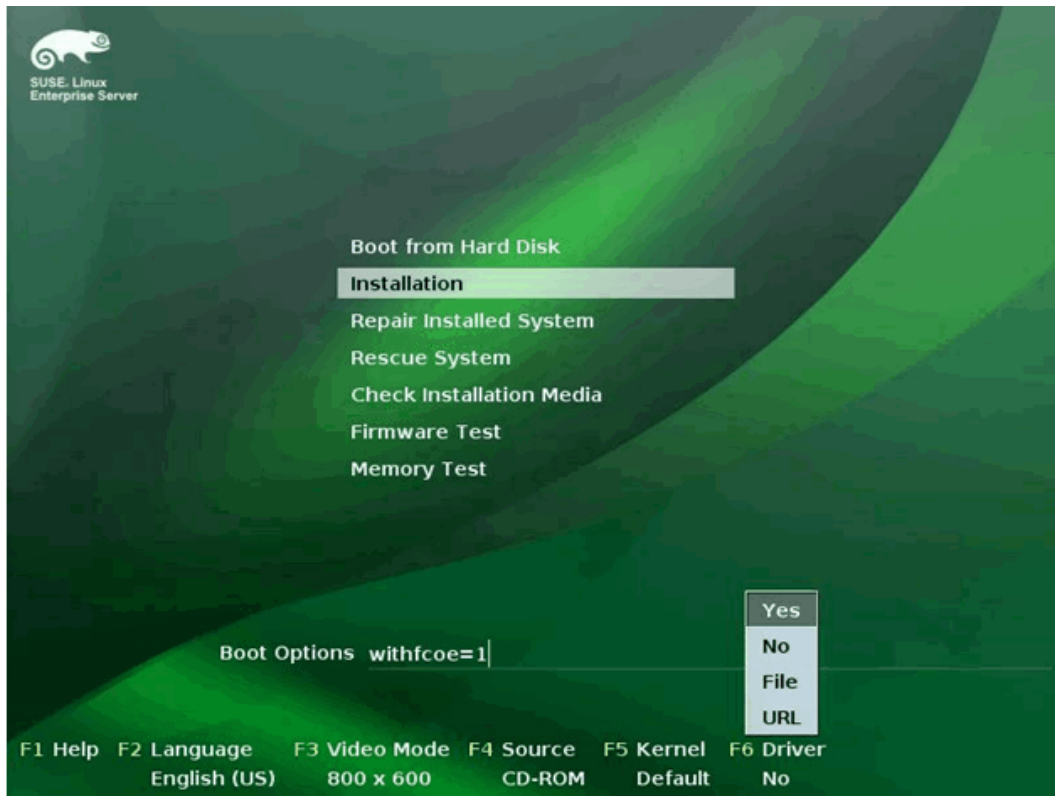

図 14-11. SLES インストールの開始
- e. **Installation** (インストール) をクリックして続行します (図 14-11)。